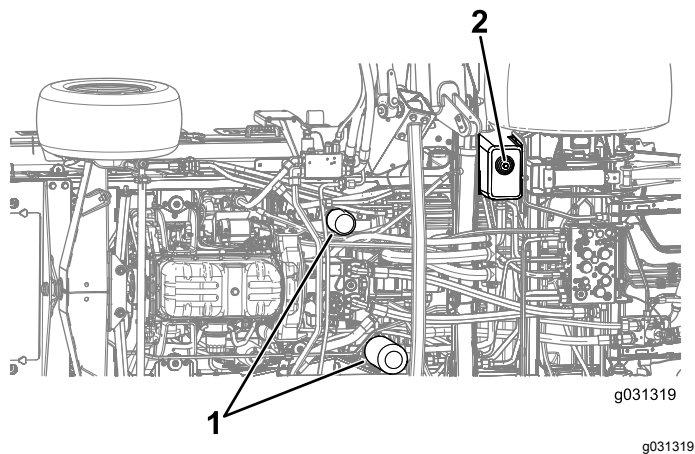

Figura 132
4. Retire o tampão de drenagem de baixo do depósito e deixe o fluido hidráulico escorrer para o recipiente (**Figura 132**).
3. Coloque um recipiente de escoamento debaixo do filtro e retire o filtro (**Figura 132**).